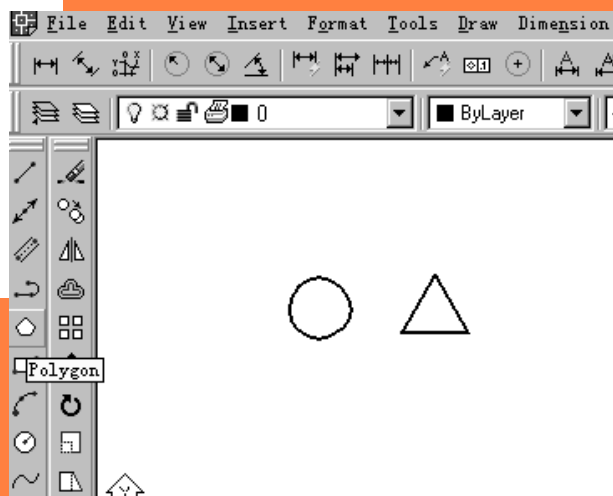

图 1-40 等量号的绘制中途
(2) 在 Draw( 绘图 ) 工具栏中单击 Polygon( 多边形 ), 输入“ 3 ”, 回车, 定义为三角形。再输入“ E ”回车。
(3) 在屏幕上画出三角形, 如图 1-40 所示。